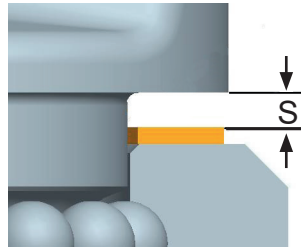

Fig. 6: distanza tra parte superiore e inferiore
- Non superare la distanza massima „S“ tra la parte superiore e quella inferiore del PowerPoint® (Fig. 6):
- PP-...-3,5t (4) fino PP-...-8t (10) max. 2,5 mm